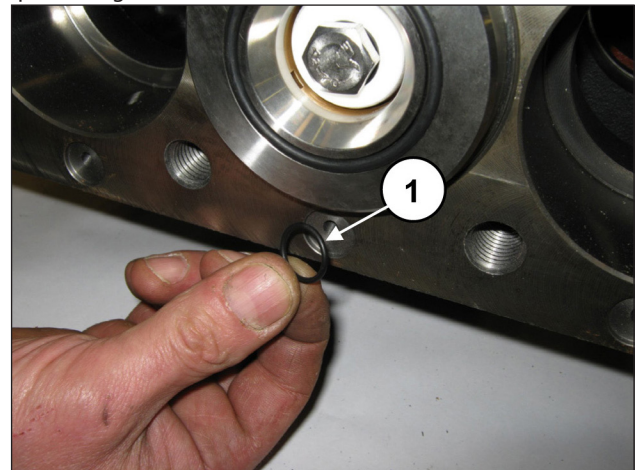

Fig. 128
Aplique os seis anéis circulares frontais do carter da bomba (pos. ①, Fig. 128).